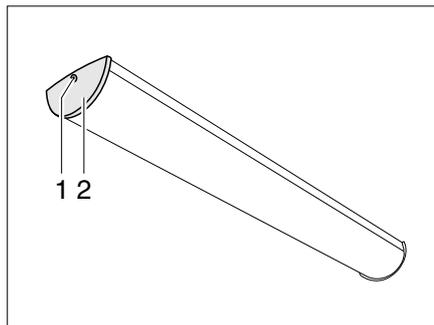

Bild 262 Wohnraumleuchte
- Schraube (Bild 262,1) herausdrehen und Abdeckung (Bild 262,2) abnehmen.